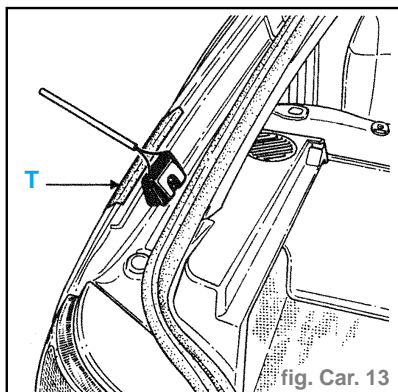

fig. Car. 13
- Protéger la carrosserie avec du tirots (T). (fig. Car. 13)
- À l'aide d'une baguette métallique de métal d'apport de soudure (fil de fer Ø 1,5 mm) confectionner une boucle autour de la butée comme indiqué sur le schéma. (fig. Car.13)